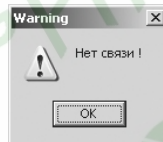

Рис.6. Окно программы **Config\_DV2TT20-A** при запуске.
4. После запуска файла **Config\_DV2TT20-A.exe**, Вы увидите главное окно программы (рис.6).